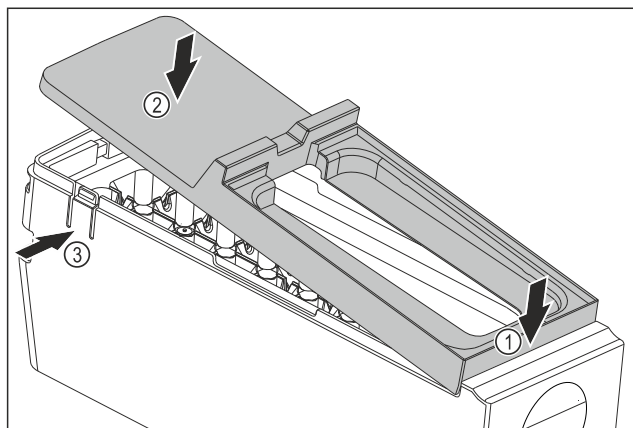

Fig. 81
- Montáž krytu korpusu EasyTwist-Ice: Nasadte kryt na přední stranu. Fig. 81 (1)
- Spusťte kryt vzadu dolů. Fig. 81 (2)
- Kryt slyšitelně zaklapne v obou lamelách Fig. 81 (3).